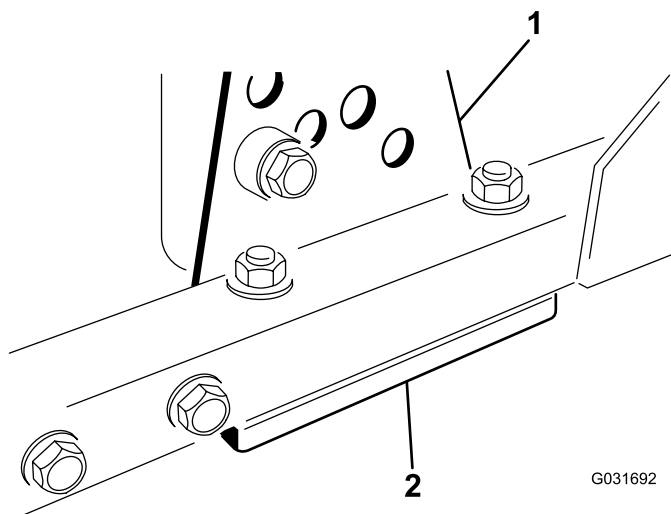

Figura 15
1. Retire el soporte de altura de corte (delantero, izquierdo o derecho) del bastidor de la carcasa (Figura 15).
2. Coloque suplementos de 1,5 mm y/o 0,7 mm entre el bastidor de la carcasa y el soporte hasta lograr el ajuste de altura deseado (Figura 15).